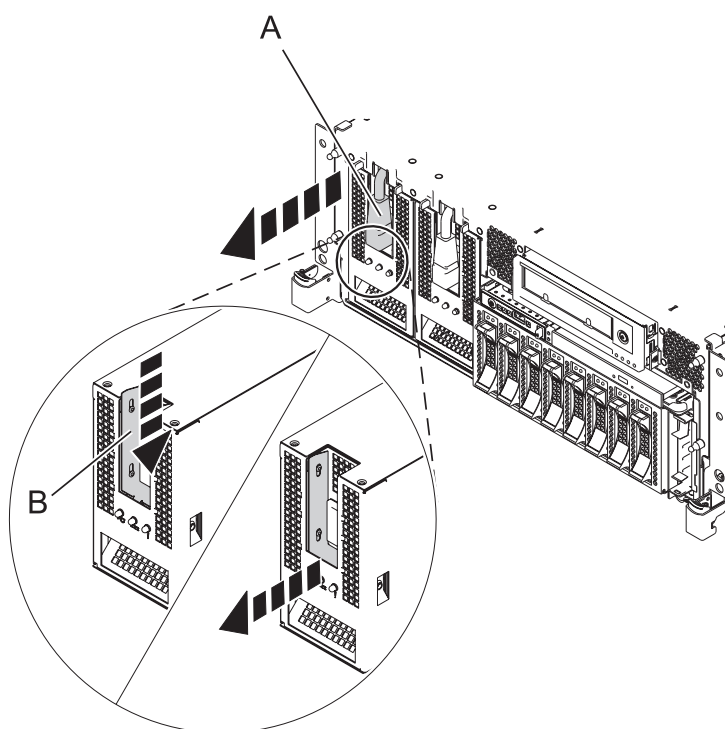

Figura 2. Extracción de la fuente de alimentación
5. Desconecte el cable de alimentación (A) de la parte frontal de la fuente de alimentación como se muestra en la Figura 2 en la página 4.
7. Presione hacia abajo el mecanismo de cierre **(B)** como se muestra en la Figura 2. Utilizando el asa de bloqueo, extraiga la fuente de alimentación del sistema.